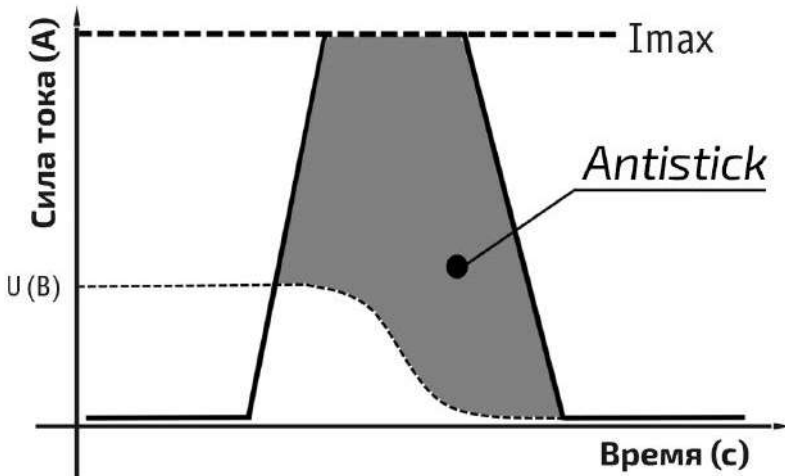

Рис. 11.1.3. Antistick.
Arc Force рекомендуется применять при сварке покрытыми электродами на малых токах (см. рис. 11.1.3). Кнопкой (см. табл. 7.0.2, поз. 7, п.3) выберите Arc Force. Регулятором выставьте значение на 15% больше от основного тока (см. табл. 7.0.2, поз. 6).
**Antistick:** данная функция устраняет прилипание электрода к изделию. Аппарат автоматически снижает ток до минимального, чтобы не допустить перегрева электрода (см. рис. 11.1.3).